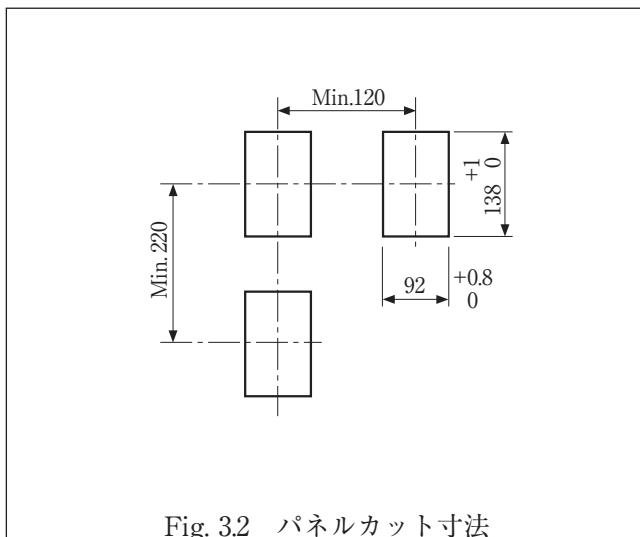

Fig. 3.2 パネルカット寸法
- (1) パネル材は丈夫な鋼板で 1.6mm 以上、標準は 3.2mm です。
- (2) 本器を 2 台以上取付ける場合は Fig.3.2 のパネルカット寸法をおすすめします。